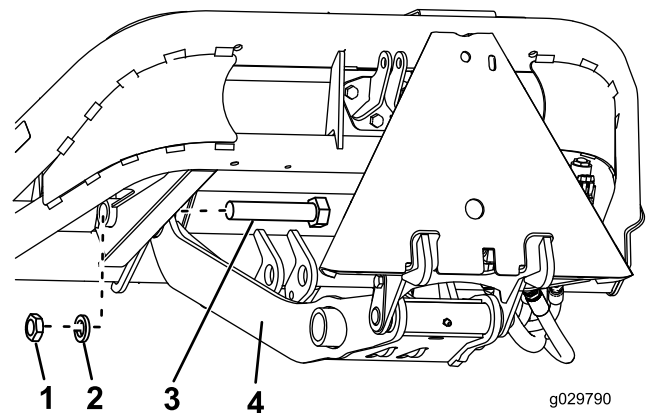

**Figure 7**
**Remarque:** Positionnez le support de biellette comme montré à la Figure 7.